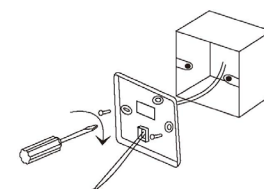

Fig.2
3. Como se muestra en la Fig.2, fije los tornillos de 4 * 20mm suministrados junto con la tapa trasera en la caja, luego pase los cables conductores a través de la tapa trasera.